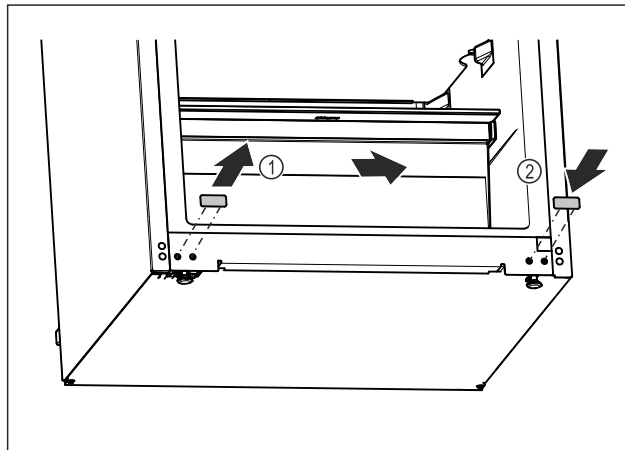

Fig. 21
- Vytiahnite kryciu zátku. Fig. 21 (1)
- Nasadíte kryciu zátku na opačnú stranu. Fig. 21 (2)